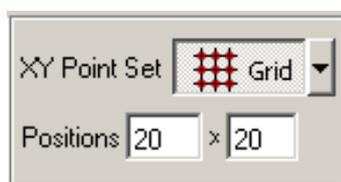

Рис. 8-12
1. В раскрывающемся списке **XY Point Set** выберите **Grid** (Рис. 8-12).
3. В полях ввода **Positions** (Рис. 8-12) задайте число узлов сетки вдоль осей X и Y.